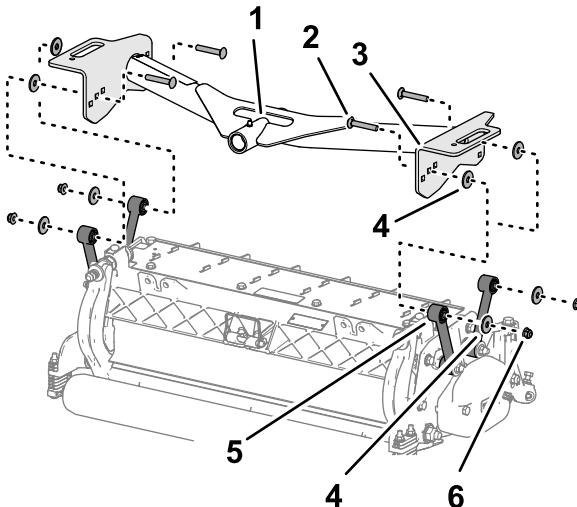

Рисунок 15
1. Совместите отверстия в пластинах передней несущей рамы с отверстиями в монтажных пластинах режущего блока (Рисунок 15).
2. Установите шайбу между несущей пластиной и тягой (Рисунок 15) и соедините пластины и проставку, не затягивая, с помощью каретного болта ($\frac{3}{8}$ x 2 $\frac{1}{4}$ дюйма), шайбы и фланцевой контргайки ($\frac{3}{8}$ дюйма).
- Установите проставку между несущей и монтажной пластины (Рисунок 15) и соедините пластины и проставку, не затягивая, с помощью каретного болта ($\frac{3}{8} \times 1\frac{1}{4}$ дюйма) и фланцевой контргайки ($\frac{3}{8}$ дюйма).